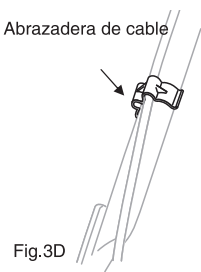

Fig.3D
5. Adjunte el cable con la abrazadera del cable y luego adjunte la abrazadera de cable en la posición que se muestra. (Fig. 3D)